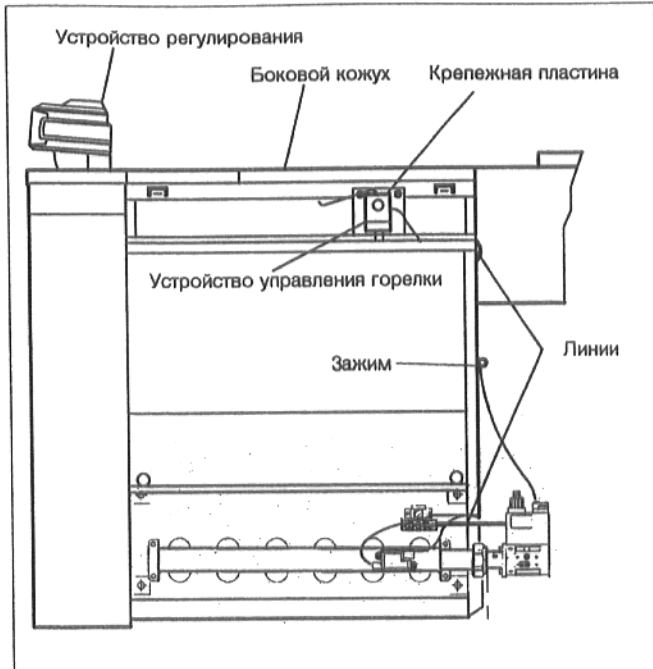

Рис. 46
- Привинтить крепежную пластину устройства управления горелки 2 самонарезающими винтами к боковым кожухам (рис. 46).
- Соединить устройство управления горелки с арматурой или тактовым устройством зажигания и контрольным электродом согласно электрической схеме или рис. 46.
- Линии между арматурой и устройством управления горелки закрепить посредством зажима на задней стенке и провести через кабельный канал к устройству управления горелки (рис.46).